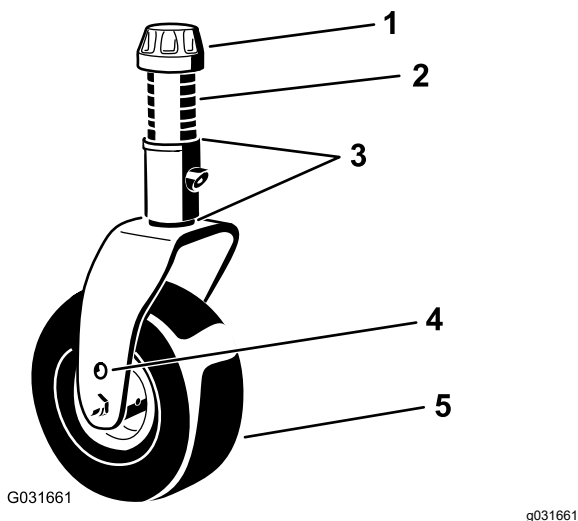

Figura 8
Poziționați axele roților în aceleși orificii în ambele furci. Consultați Figura 8 și Figura 9 pentru a determina orificiile corecte pentru setare.
1. Îndepărtați capacul de tensionare de pe arborele axului (Figura 8) și glisați axul în afara braului rolei. Amplasați cele 2 garnituri de reglare pe arborele axului așa cum au fost montate inițial. Aceste garnituri de reglare sunt necesare pentru a atinge un nivel pe toată lățimea unităților de tăiere.
2. Glisați numărul corespunzător de distanțiere pe arborele axului pentru a obține înălțimea de tăiere dorită (Figura 8).